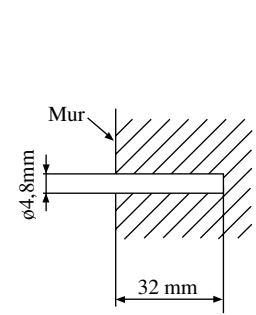

Fig. 3-1
- Faire des trous dans le mur de dimension  $\phi$  4,8 mm x 32 mm. (Voir figure 3-1).